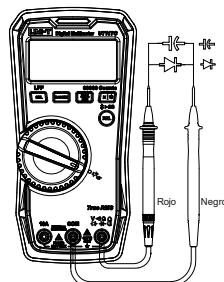

Figura 8
6. Medición de diodos (Figura 8)
7. Medición de capacitancia (Figura 8)